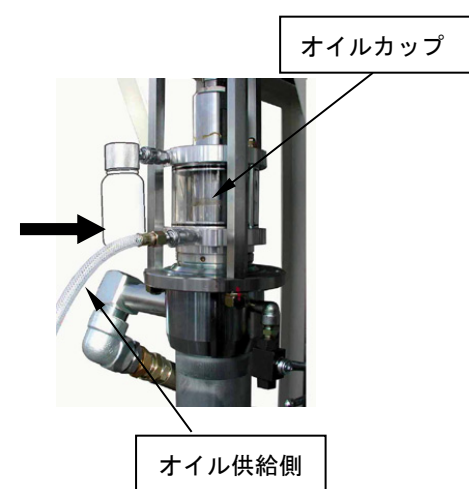

Fig.5.2
- 2) ハンドオイルポンプ HOP-200W（オプション）からのホースを下側カプラーに接続してください。(Fig.5.2)
- 4) 充填後、ホースを取り外してください。(Fig.5.2)